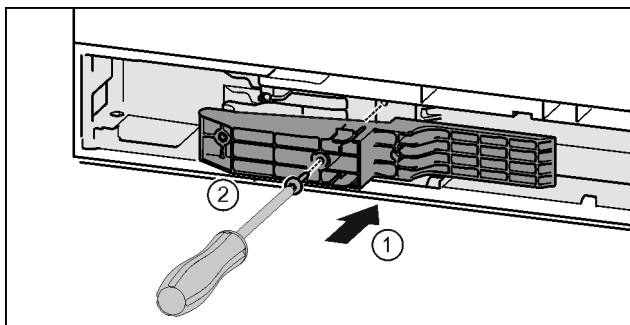

Fig. 36 *
- ▶ Поставете адаптерния елемент от страната на дръжката в прореза. Fig. 36 (1)*
- ▶ Затегнете винтовете с отвертка T15. Fig. 36 (2)*